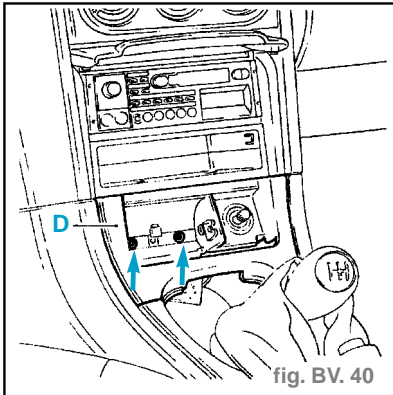

fig. BV. 40
- le support cendrier (D) en retirant les deux vis (torx de 20), (fig. BV. 40)